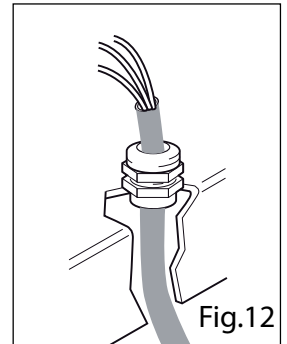

Fig.12
- De kabel model H07RN-F moet in de apparatuur worden ingevoerd via de kabelklem, op maat gebracht en bevestigd aan de kabelstop (afb. 12).